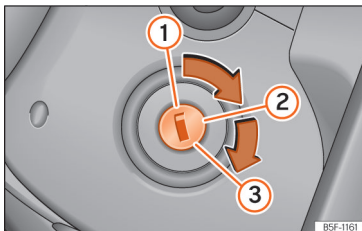

Abb. 233 Positionen des Zündschlüssels
Positionen des Schlüssels »» **Abb. 233**
- Drehen Sie den Zündschlüssel in Stellung »» **Abb. 233** . Dieselfahrzeuge werden vorgeglüht .
- Drehen Sie den Zündschlüssel weiter in die Stellung »» **Abb. 233**  ohne Gas zu geben.
- *Fahrzeuge mit Zündschloss:* Drehen Sie den Zündschlüssel in Stellung » » Abb. 233 ①.